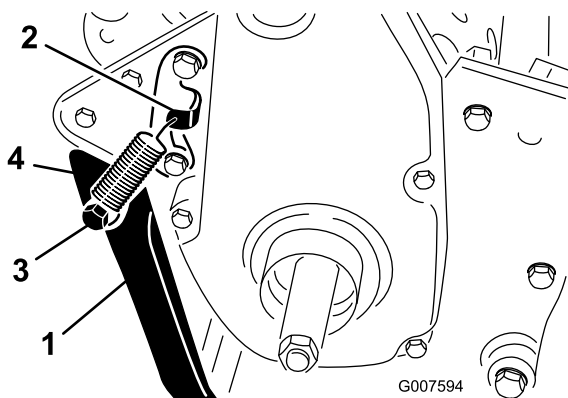

Figure 8
2. Accrochez le ressort au trou de la patte d'accrochage du ressort et au goujon, et alignez les trous de montage de la béquille sur ceux du cadre arrière (Figure 8).
3. Montez la béquille de chaque côté du cadre à l'aide d'un boulon, d'une rondelle-frein, d'une entretoise, d'une rondelle plate et d'un contre-écrou (Figure 8).